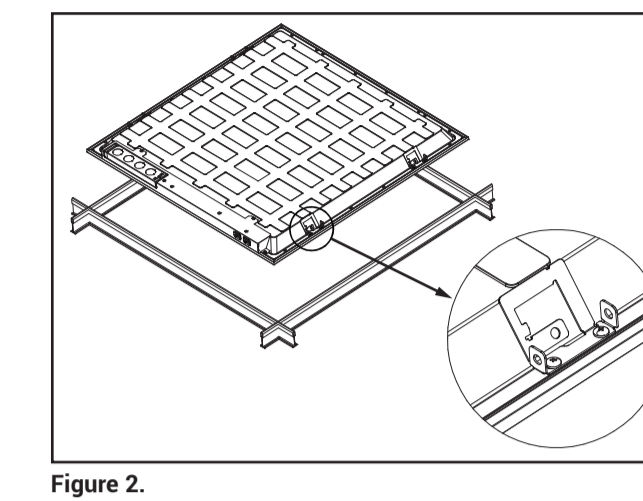

Figure 2.
- Passez le luminaire dans la grille à un angle de 45 degrés, puis déposez-le sur la grille (Fig. 2).
REMARQUE : Les poids des luminaires sont indiqués ci-dessous. Assurez-vous que l'emplacement de la grille est conçu pour supporter le poids du luminaire avant de passer à l'étape suivante. En cas d'incertitude, utilisez le câble pour supporter le luminaire à la poutre de soutien appropriée au-dessus du luminaire en utilisant les trous circulaires des luminaires de coin (Fig. 2).